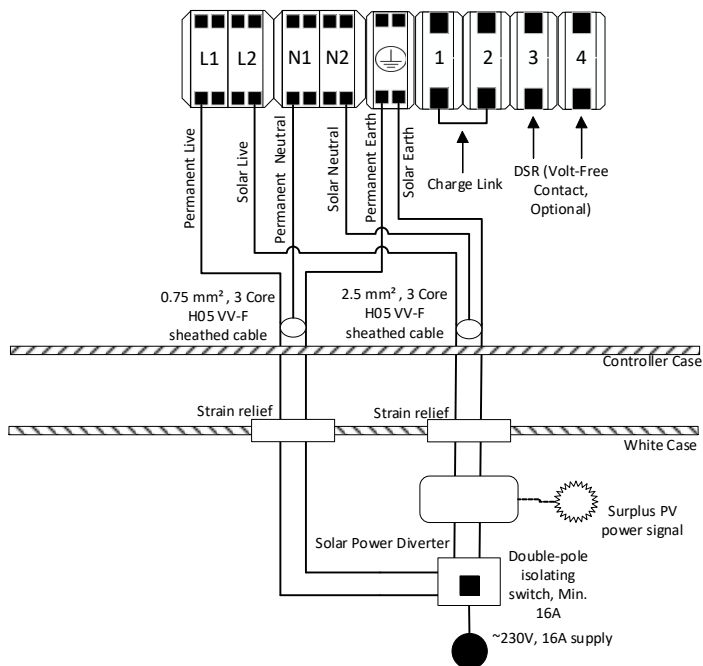

Abbildung 12 - Verkabelung der Flextherm Eco G2 E Wärmebatterie mit Solarstromumleitung
- o Mit Energiemanager folgen Sie Abschnitt 6.4.2, Abbildung 12.
Vergewissern Sie sich, dass die Verbindungen 1 und 2 entfernt sind (siehe Abbildung 12) und dass der Ausgang des Reglers für die Energiemanager modulierender Wechselstrom ist.